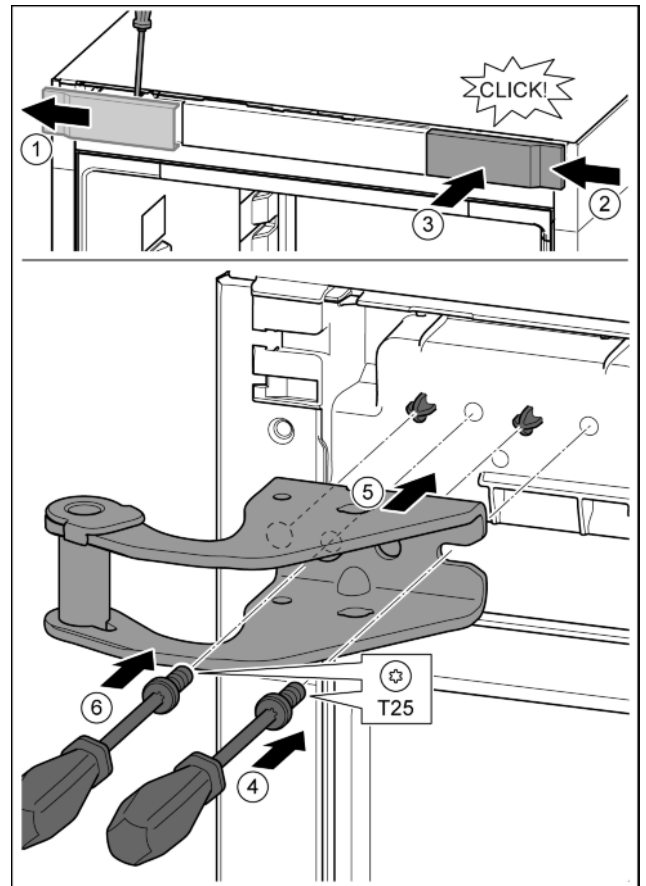

Fig. 13
- Libérer le cache avec un tournevis et le mettre de côté. *Fig. 13 (1)*
- Accrocher le cache tourné de 180° de l'autre côté à droite. *Fig. 13 (2)*
- Enfoncer le cache. *Fig. 13 (3)*
- Mettre en place la vis avec le tournevis T25. *Fig. 13 (4)*
- Mettre en place le support de palier supérieur. *Fig. 13 (5)*
- Serrer la vis. *Fig. 13 (6)*
- Mettre en place la vis avec un tournevis T25 et la serrer. *Fig. 13 (6)*